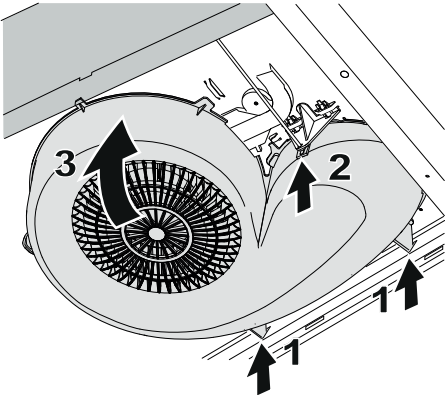

Fig. 7
Sett tilbake ventilatorhuset ved å føre inn støtten bak på ventilatoren (1). Kontroller at spjeldakselen er riktig plassert i ventilatorhuset (2). Fell opp ventilatorhuset (3). Fig. 7